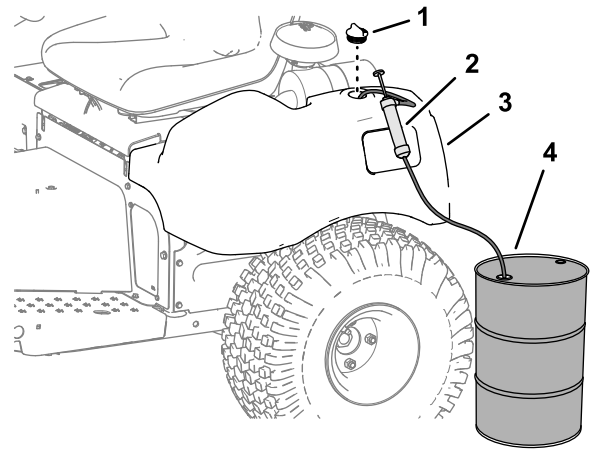

Figure 43
1. Enlevez le bouchon du réservoir hydraulique (Figure 43).
2. Pompez le liquide hydraulique qui se trouve dans le réservoir hydraulique (Figure 43).